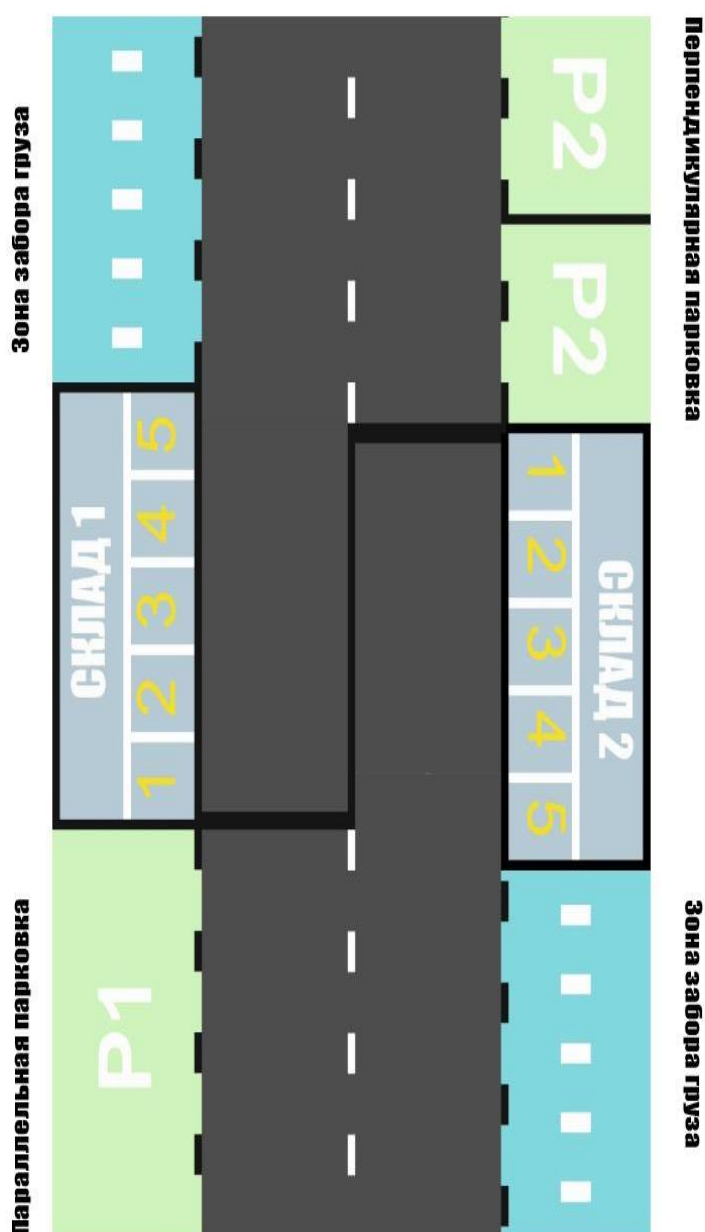

Рисунок 1 – Игровое поле AutoNet 14+ Mini
10.3. На поле присутствуют следующие игровые зоны и элементы (см. Рисунок 1 – Игровое поле AutoNet 14+ mini):